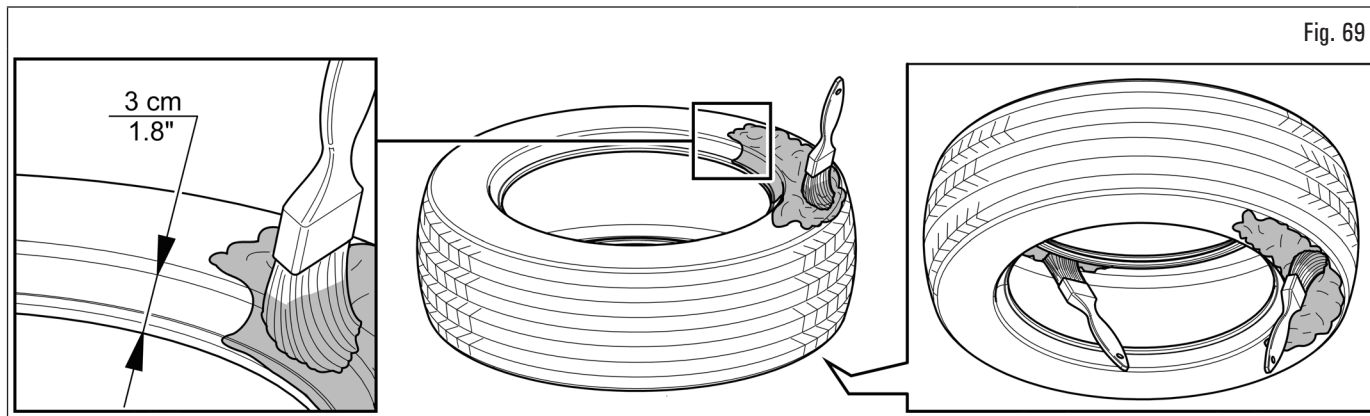

Fig. 69
1. lubrifier abondamment le pneu, qui doit être monté, sur les deux talons et sur le flanc supérieur, à la fois à l'extérieur et, à au moins 3 cm (1,18") du talon, à l'intérieur (Fig. 69) ;